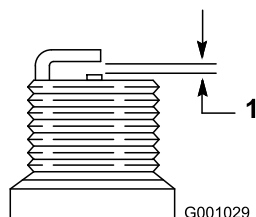

Рисунок 25
4. На новой свече установите зазор между электродами, равный 0,76 мм, как показано на Рисунок 25.